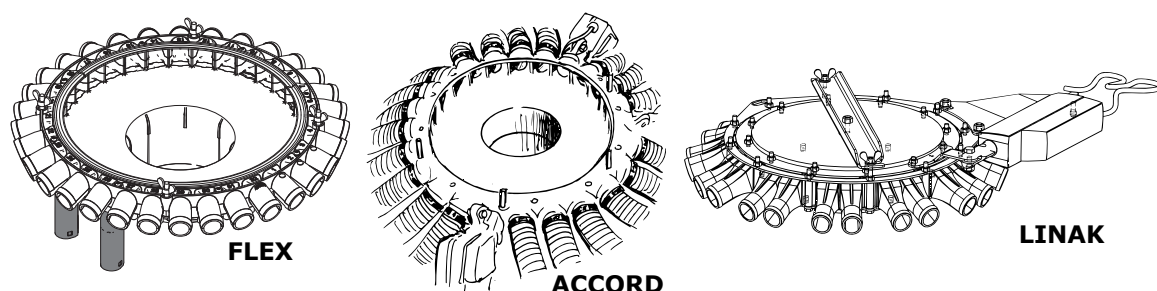

Figure 12.4
- 28  Systém vytváření kolejových meziřádků na hlavici rozvaděče osiva, Flex/Accod/Linak. Viz "Figure 12.4". (Tato funkce je k dispozici od verze softwaru 1.03 dále.)